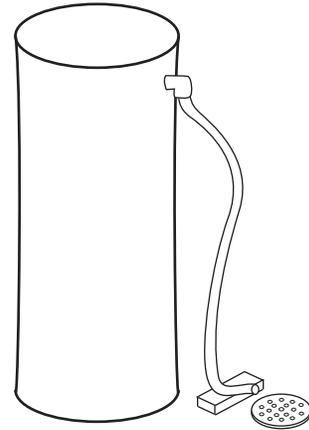

Figura 10 Desagüe del tanque de salmuera
2. Inserte el cople del aliviadero (no suministrado) en el tanque y ajuste con tuerca de mariposa y junta obturadora plásticas como se muestra en Figura-10.
Nota: No eleve la línea de aliviadero a más de 3 pulg. (7.6 cm) por debajo del extremo inferior del cople del aliviadero. No la una a la línea de desagüe de la unidad de control. La línea del aliviadero debe ser una línea directa separada desde el cople del aliviadero hasta el desagüe, el alcantarillado o la tubería. Deje un espacio de aire como en la conexión de la línea de desagüe (Figura-10).